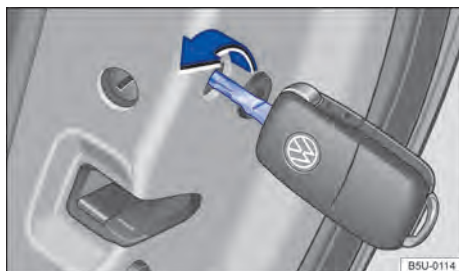

Fig. 46 Travamento de emergência do veículo com a chave do veículo.
- Inserir a haste da chave na fenda → Fig. 46 e girar no sentido horário (para dentro do veículo) até o batente.